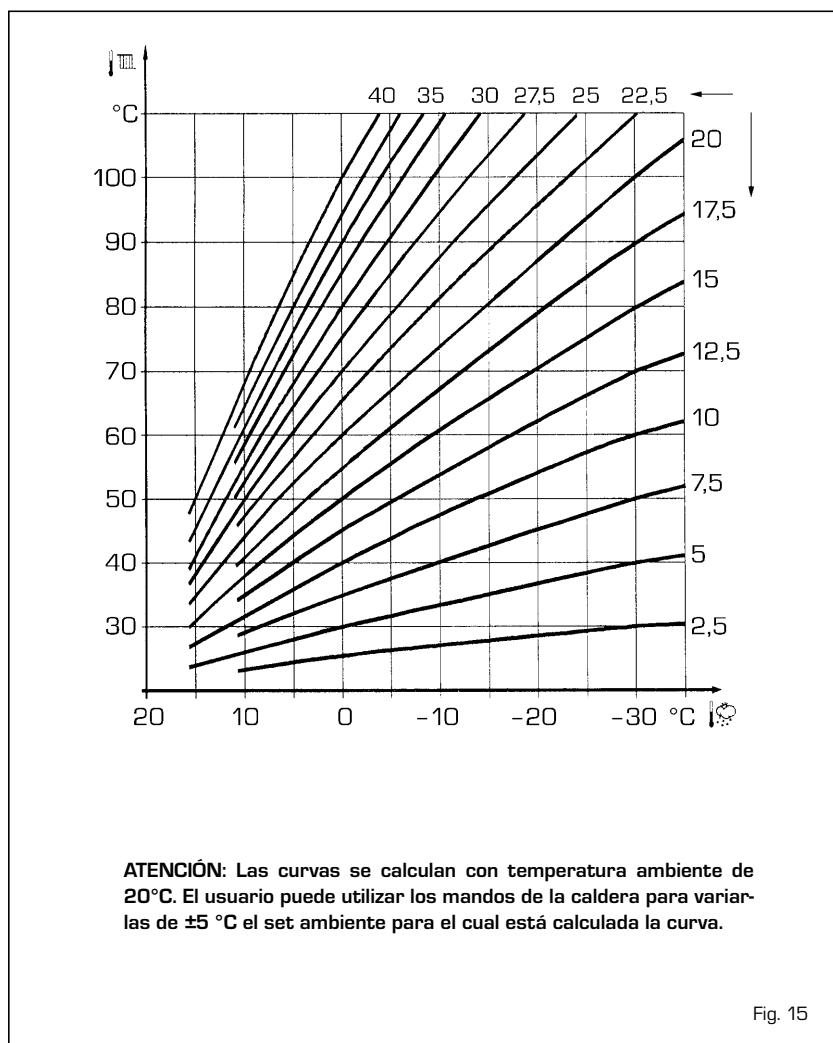

Fig. 15
3.4 SONDA EXTERNA CONECTADA (fig. 15)
En caso de presencia de sonda externa, los ajustes de calefacción se obtienen de las curvas climáticas en función de la temperatura externa, y de todos modos se mantienen dentro del rango indicado en 3.3 (parámetros PAR 25 para la zona 1, parámetros PAR 26 para la zona 2). La curva climática se puede seleccionar entre los valores de 3 y 40 (con pasos de 1). Aumentando la pendiente representada por la curva de la fig. 15, se incrementa la temperatura de impulsión de la instalación conforme a la temperatura externa.